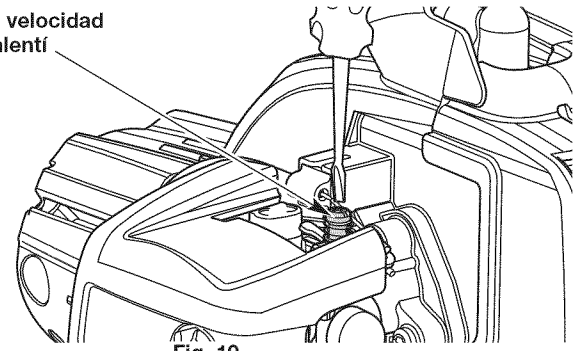

Fig. 19
- Si el motor se para, aumente la velocidad de ralentí. Use un destornillador Phillips pequeño para girar el tornillo de velocidad de ralentí en el sentido de las agujas del reloj, 1/8 de giro cada vez hasta que el motor funciona al ralentí de manera uniforme (Fig. 19).
- Si el cabezal de corte gira cuando el motor funciona al ralentí, reduzca la velocidad de ralentí. Gire el tornillo de velocidad de ralentí en el sentido contrario de las agujas del reloj, 1/8 de giro cada vez, hasta que se detenga el cabezal de corte (Fig. 19).